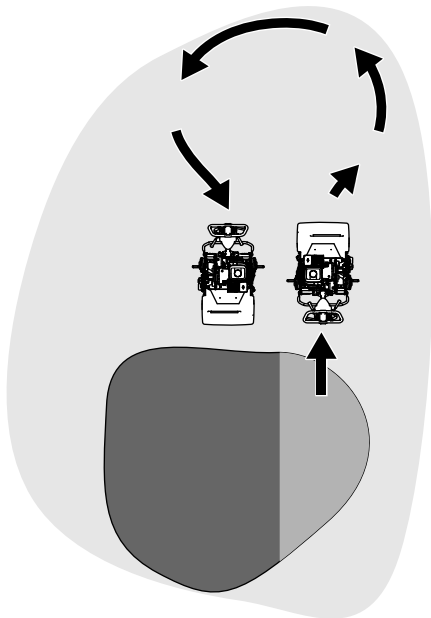

图 23
- 机器掉头应当在果岭之外进行方法为抬起滚刀将手柄向下压然后使用驱动轮鼓进行一个泪滴状的转变 图 23。
1. 找到变速箱上的牵引接合杆图 23。